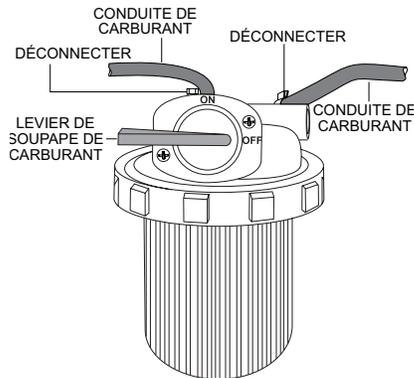

Figure 29. Levier du robinet de carburant (OFF)
1. Placez le levier du robinet de carburant (Figure 29) en position **OFF** (fermé).
1. Placez le levier du robinet de carburant (Figure 29) en position **FERMÉE**.